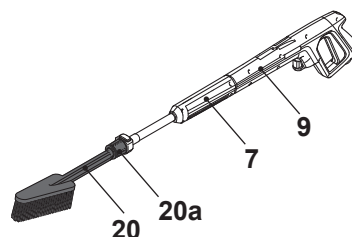

Fig. 10
1. Prenda a lança de extensão (7) na pistola pulverizadora (9) (Fig. 10).
2. Prenda a escova de aros (20) na lança de extensão.